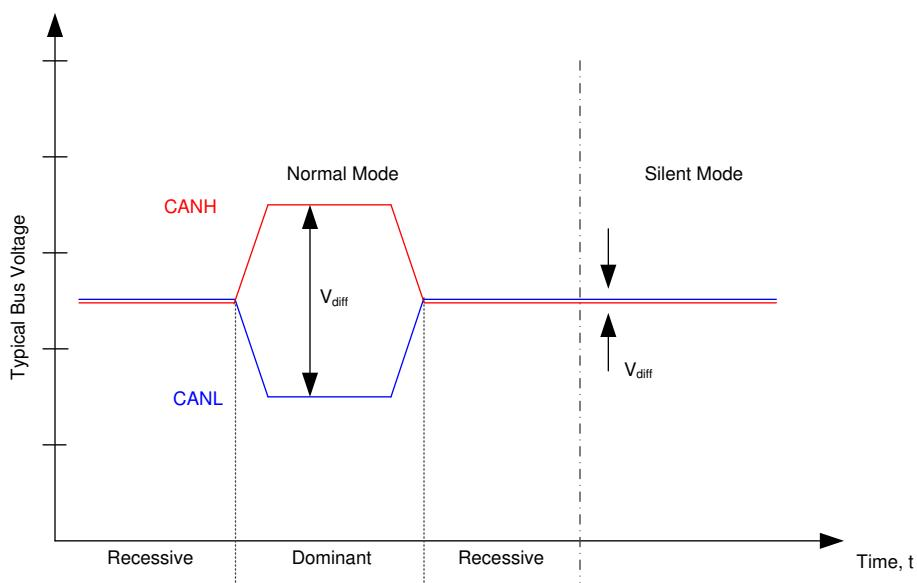

図 7-1. バスの状態
CAN バスの動作時には、リセシティブとドミナントの 2 つの論理状態があります。図 7-1 を参照してください。
(1) X = 無関係です
(2) バス状態については、図7-1を参照してください